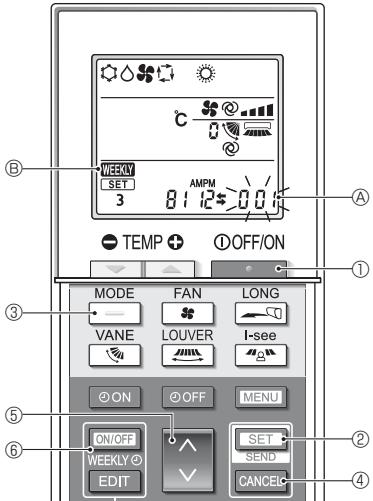

Fig. 4-12
4.12.8. Den Betrieb im Automatikmodus deaktivieren (Fig. 4-12)
- Drücken Sie die **TEMP**-Taste ①, um die Klimaanlage anzuhalten.
- Wenn der Wochen-Timer aktiviert ist, drücken Sie die **ON/OFF**-Taste ⑥, um den Timer zu deaktivieren. (WEEKLY Ⓑ verschwindet.)
- Drücken Sie die **SET**-Taste ② 5 Sekunden lang.
- Drücken Sie die **SET**-Taste ⑤.
- Abschließen der Einstellungen (Fig. 4-12)